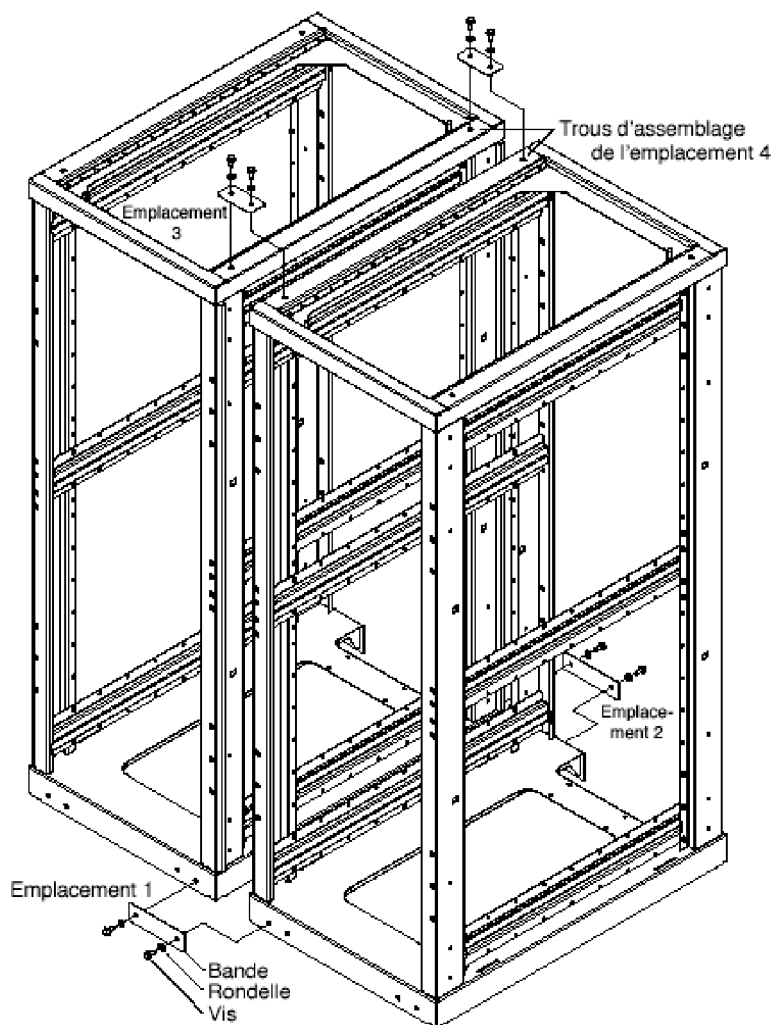

Figure 1-17 Emplacements d'assemblage
4. Au moyen des boulons de mise à niveau du châssis 002, ajustez le châssis 002 de manière à ce que les trous d'assemblage du châssis 002 s'alignent sur les trous d'assemblage du châssis 001. Reportez-vous à la figure 1-17.
5. Au moyen des sangles, vis et rondelles fournis, boulonnez les châssis ensemble dans les quatre emplacements désignés indiqués à la figure 1-17.